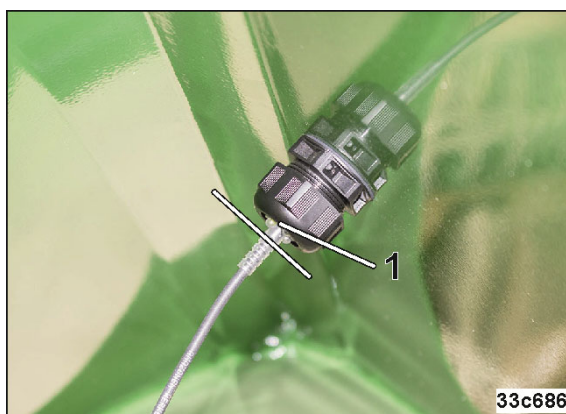

Bild 147
4. Sätt in nivåsensorn så långt i fästet tills kabelutgången sitter an i fästet (Bild 147/1).